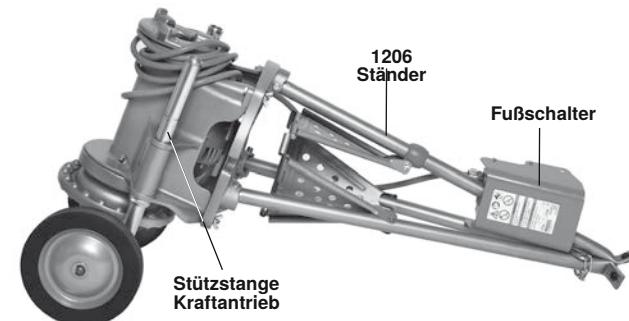

Abbildung 29 - Maschine für den Transport mit Nr. 32 Transporter vorbereitet
5. Wickeln Sie das Netzkabel auf und schieben Sie die Abdeckung des Fußschalters über ein Bein, wie in Abbildung 29 gezeigt.